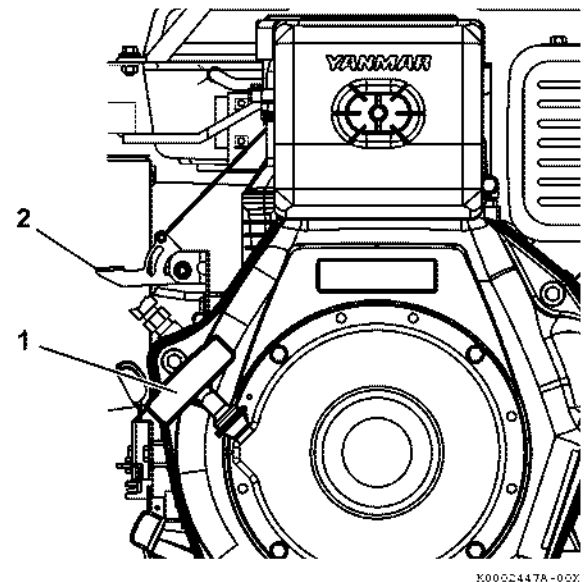

Рис. 55
6. Возьмитесь за ручку ручного стартера (Рис. 55, (1)).
9. Опустите вниз рычаг сброса давления (Рис. 55, (2)), пока он не зафиксируется в этом положении, и отпустите его.
10. Возьмитесь за ручку ручного стартера (Рис. 55, (1)).